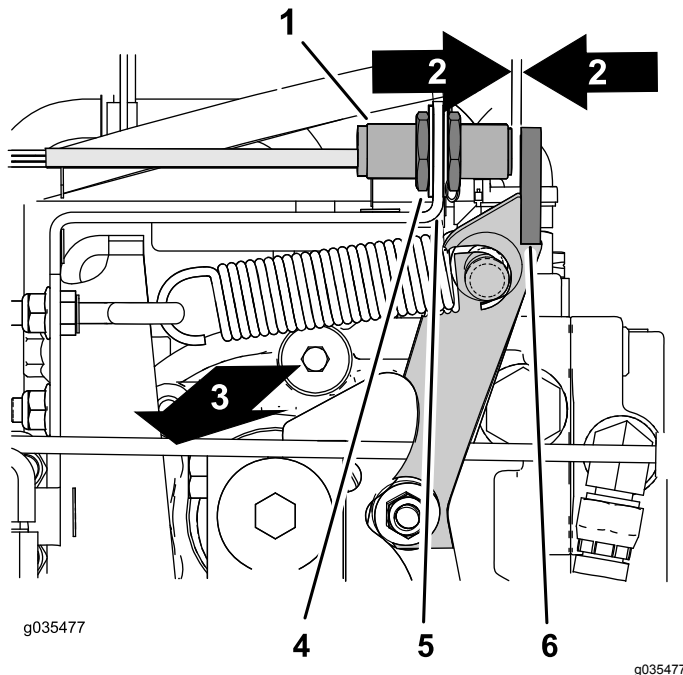

Figure 68
- A. Localisez le capteur de proximité sur la pompe hydraulique supérieure droite (Figure 68).
- B. Vérifiez que le support du capteur de proximité n'est pas courbé et que le voyant au dos du capteur est allumé (Figure 68).
1. Localisez le capteur de proximité sur la pompe hydraulique supérieure droite (Figure 68).
2. Desserrez les écrous de blocage de chaque côté du support du capteur (Figure 68).
3. Réglez les écrous de blocage de manière à obtenir un jeu de 2,5 à 3,6 mm entre l'extrémité du capteur de proximité et la bride du bras de point mort (Figure 68).
4. Resserrez les écrous de blocage (Figure 68).